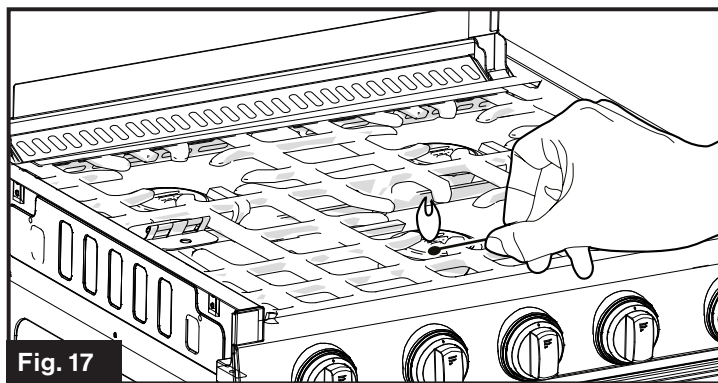

Fig. 17
2. Frappez et placez immédiatement une longue allumette en bois enflammée ou un briquet à gaz près du brûleur pour l'allumer. (Fig. 17)